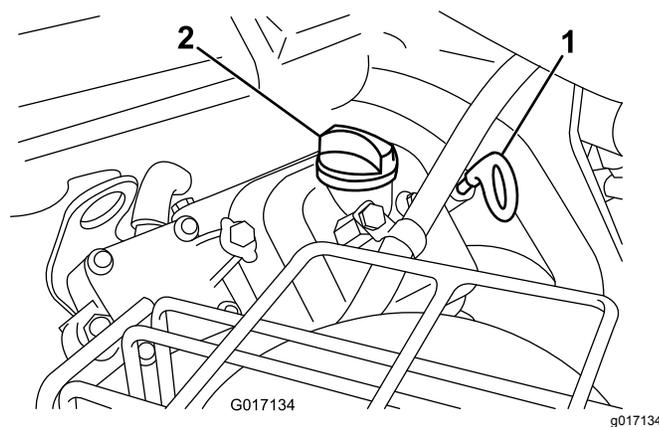

Рисунок 38
3. Вставьте и заверните масломерный щуп в трубку для щупа (Рисунок 38).